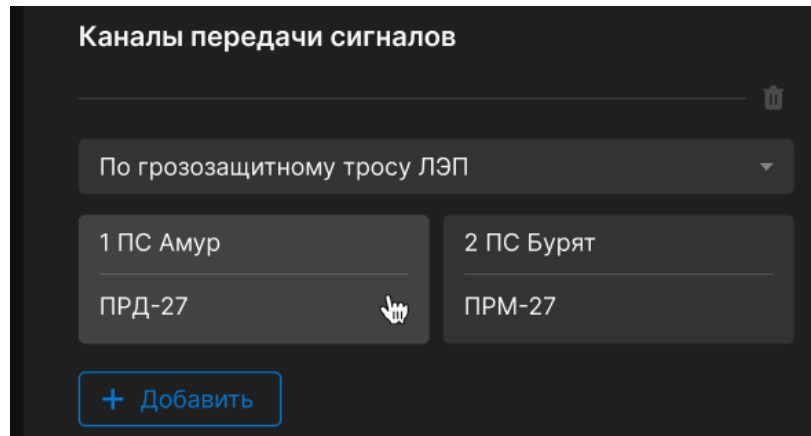

Рисунок 5.28 Выбор объекта передачи/приема сигналов для редактирования данных
1. В карточке линии связи выбрать необходимый блок приема/передачи сигналов в канале передачи и щелкнуть по нему ЛКМ (Рисунок 5.28).